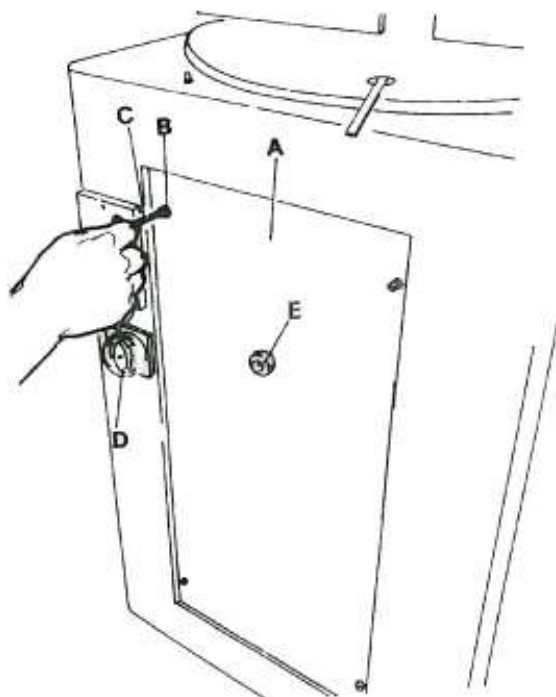

Рис. 11
### 5.7 Замена пыльного диска (Рис. 11)
- Согласно Рис. 11, отвернуть четыре винта В, с помощью рукоятки Е снять крышку А для доступа к пыльному диску.